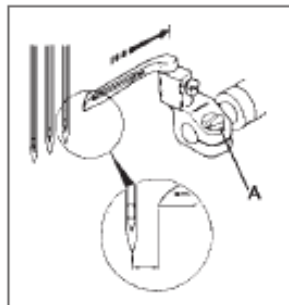

Fig. 6
To adjust the distance of the Loper at the extreme right position loosen Screw (A) of Loper Holder.(Fig. 6)
Para ajustar la distancia del Engazador en la posición de la extrema derecha afloje el Tornillo (A) del portador del Engazador.(Fig. 6)